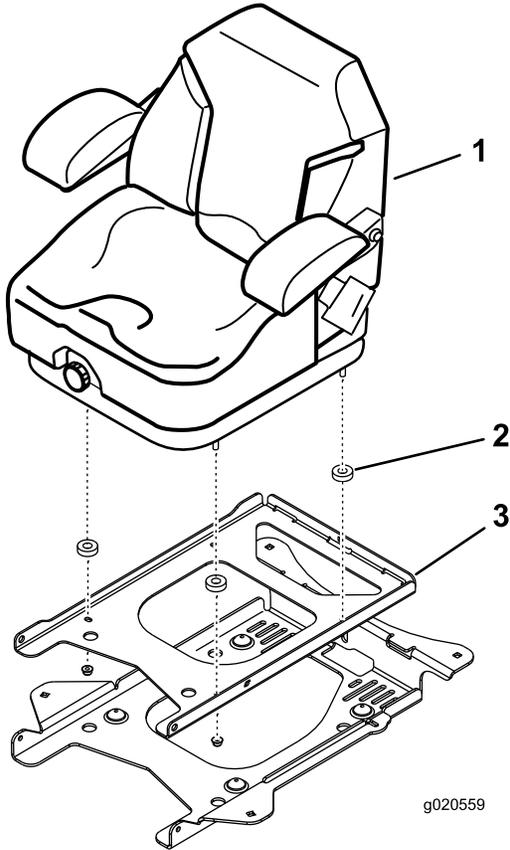

Figura 8
3. Instale un espaciador en cada uno de los espárragos del asiento (Figura 8).